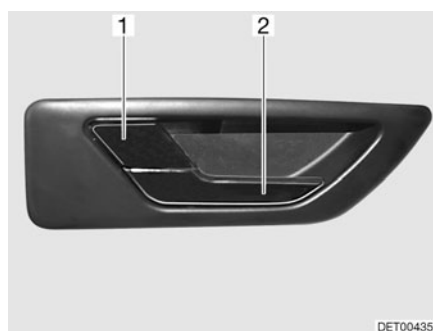

Fig. 40 Cerradura de la puerta del conductor, en el interior
- Tirar del tirador (Fig. 40,2). Se desbloqueó la cerradura de la puerta. La palanca de retención (Fig. 40,1) salta hacia fuera automáticamente.
- Presionar la palanca de retención (Fig. 40,1).